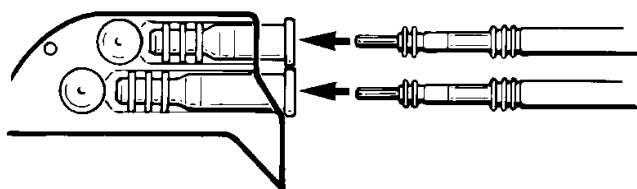

Figura 2. Inserte el conector macho del cable(s) en el generador de impulsos.
3. Inserte despacio el extremo conector macho del cable(s) en los conectores del generador de impulsos (véase la Figura 2). Si es necesario, utilice agua estéril como lubricante para la inserción.